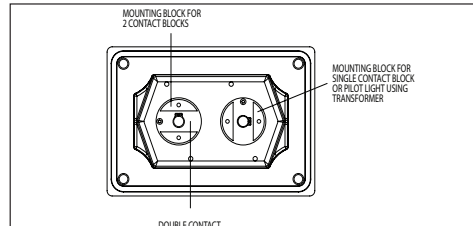

Figure 2. Orientation du bloc de montage
- Sur la face intérieure du couvercle, fixer le bloc de montage au filetage du roulement. Orienter le bloc de montage comme indiqué sur la figure 2, en permettant au(x) bloc(s) de contacts d'être dans la position appropriée en fonction du nombre de blocs de contacts et du type de commande. Serrer la vis de blocage pour verrouiller le bouton-poussoir sur le couvercle. Se reporter au Tableau des couples de serrage.
2. Fixer le bloc de montage au filetage de l'ensemble de voyant lumineux. Ne pas utiliser l'écrou de blocage. Orienter le bloc de montage comme indiqué sur la figure 2, de manière à ce que le transformateur n'interfère pas avec les dispositifs adjacents.